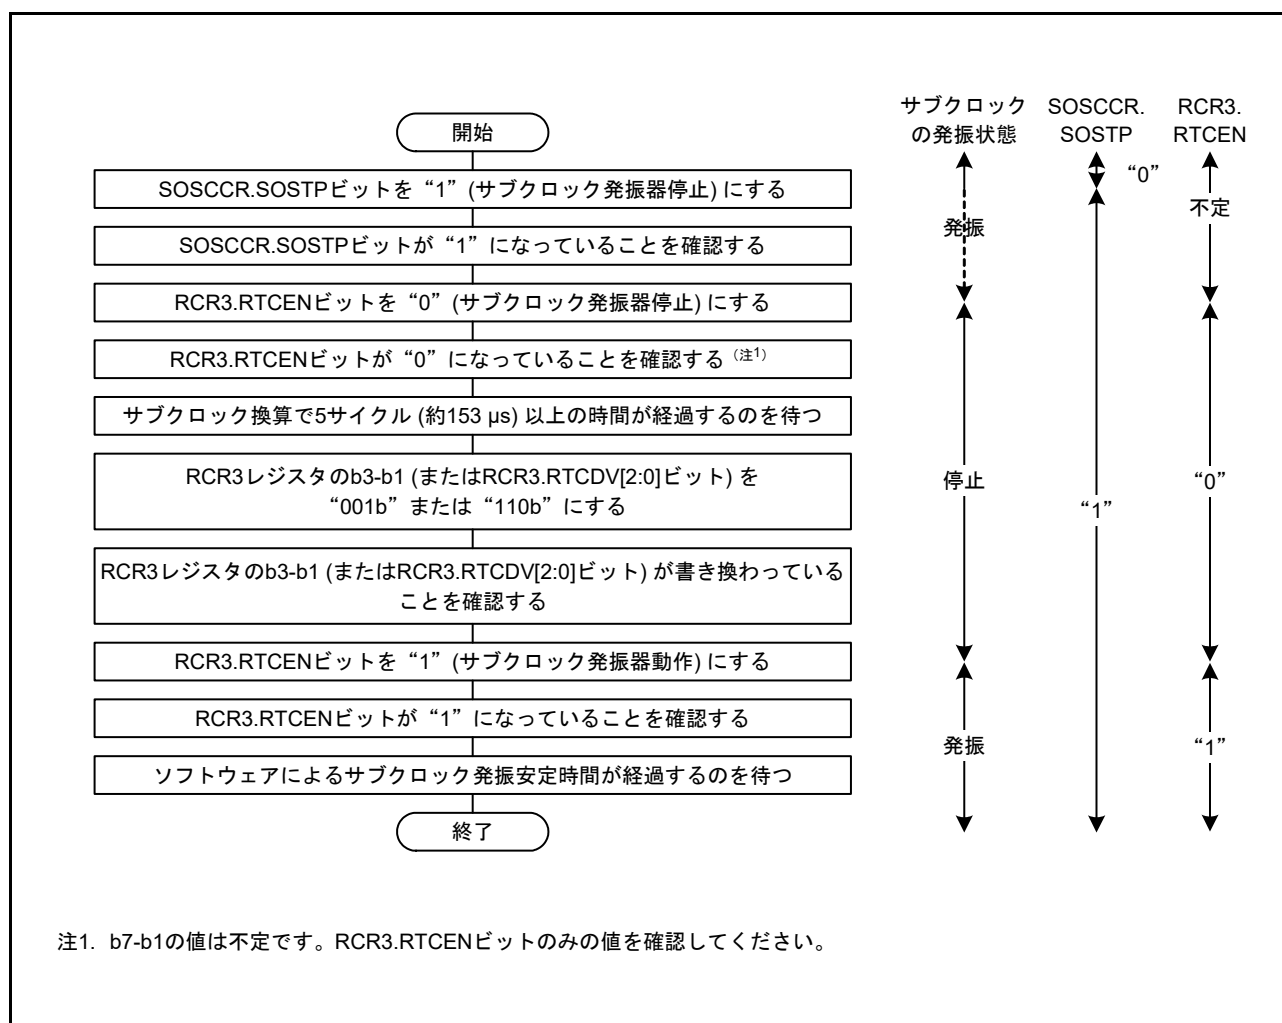

図 9.13 サブクロックをリアルタイムクロックのカウンタソースのみに使用する場合の初期化フローチャート例
- サブクロックをリアルタイムクロックのカウンタソースのみに使用する場合は、図 9.13 のフローチャートの例に従って初期設定してください。その後、「28.3.2 クロックとカウンタモード設定手順」に記載されたクロック設定手順に従って設定してください。